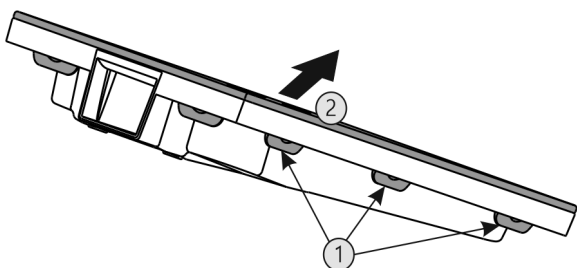

Fig. 39
- ▶ Apăsați toate eclisele Fig. 39 (1) consecutiv și scoateți capacul Fig. 39 (2).